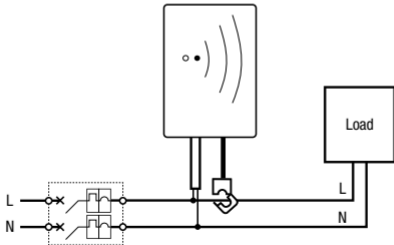

fig. 1
2. Fixez **SMART SWITCH METER** au mur/support et procédez aux branchements comme indiqué sur le schéma (fig. 1)
2. Befestigen Sie **RIALTO SMART METER** an der Wand und stellen Sie die Anschlüsse lt. Plan (Abb. 1) her